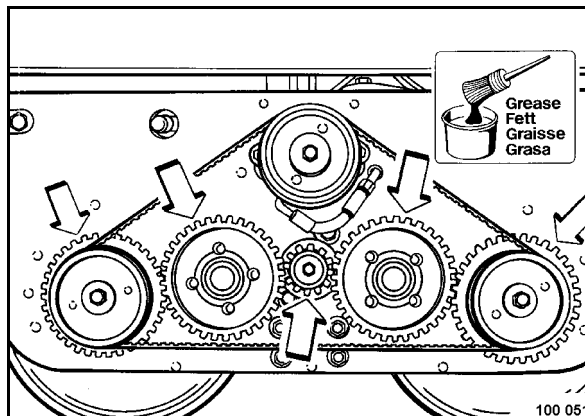

Рис. 77
- Демонтировать защитный кожух (Рис. 77).